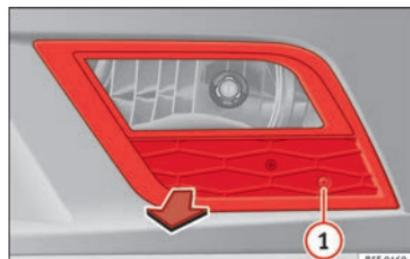

Fig. 95 Faro antiniebla.
- Retire el tornillo » **fig. 95** ① de la rejilla del faro antiniebla, precisando para ello un destornillador.